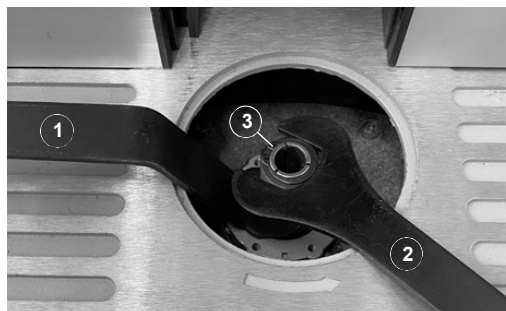

Fig. 16 : Gereedschapshouder installeren en terugplaatsen
Gereedschapshouder installeren en vervangen (pos. 3, afbeelding 16)
3. Zet de spindel onder de gereedschapshouder vast met een sleutel (pos. 1, afbeelding 16).
1. Plaats een frees in de freeskop en zet hem vast door de moer (pos. 3, afb. 16) op de freeskop vast te draaien.